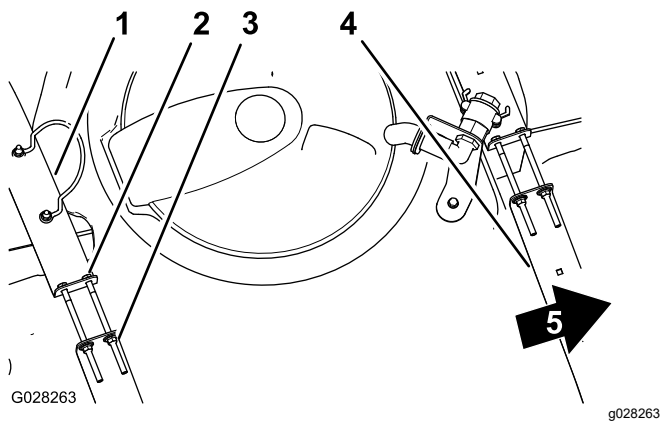

図 20
2. タンクとタンク固定ベルトとの間に、たるみができていないか点検する 図 20。
3. ベルトにゆるみがある場合には、ベルトの上部にあるフランジロックナットとボルトを締めてベルトとタンクとが面一になるようにする図 20。